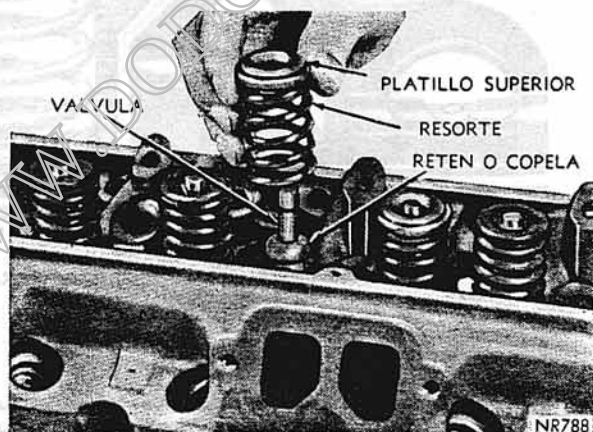

Fig. 13 - Instalación de la Válvula, Retén, Resorte y Seguro.
3. Instálense retenes nuevos en todo los vástagos de las válvulas y sobre sus guías (Fig. 13).